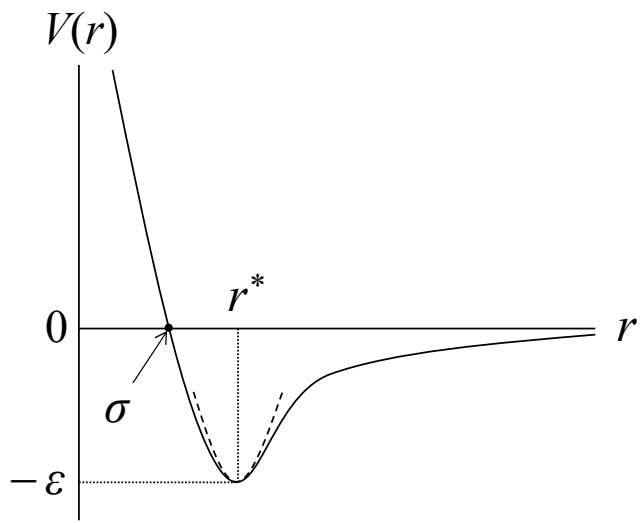

图1
- (1)  $V(r)$ が最小となる原子間距離 $r^*$ を $\sigma$ を用いて表せ。
- (2) 原子間距離の変位( $\Delta r = r - r^*$ )が小さい場合、van der Waals力により結合している貴ガス2原子間のポテンシャルは図1の破線に示した調和振動子ポテンシャル  $V(r) = V(r^*) + k(r - r^*)^2/2$  で近似できる。ここで、 $k$ はばね定数である。この場合、 $V(r)$ は①を $r^*$ 近傍でTaylor展開することで得られる。 $k$ を $\varepsilon$ 、 $\sigma$ を用いて表せ。
- (3) 一般に、van der Waals結合している貴ガスは、低温において結晶となる。結晶構造として体心立方格子と面心立方格子のいずれが安定か、30字程度で理由とともに述べよ。